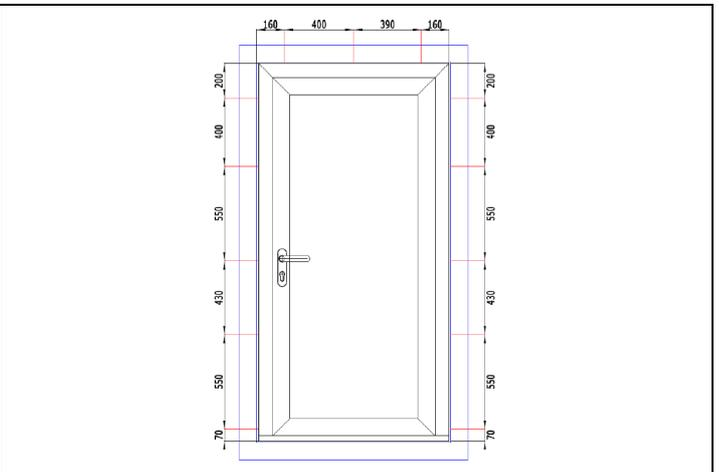

Fig. 2 - Posizionamento dei punti di fissaggio
- le porte Pline Premium, per essere conformi alla classe di resistenza all'effrazione RC2, devono essere fissate alla parete con viti di almeno 7,5x120 mm a intervalli come indicato nella fig. 2. Lo stesso metodo d'installazione è consigliato anche per le altre porte in PVC.